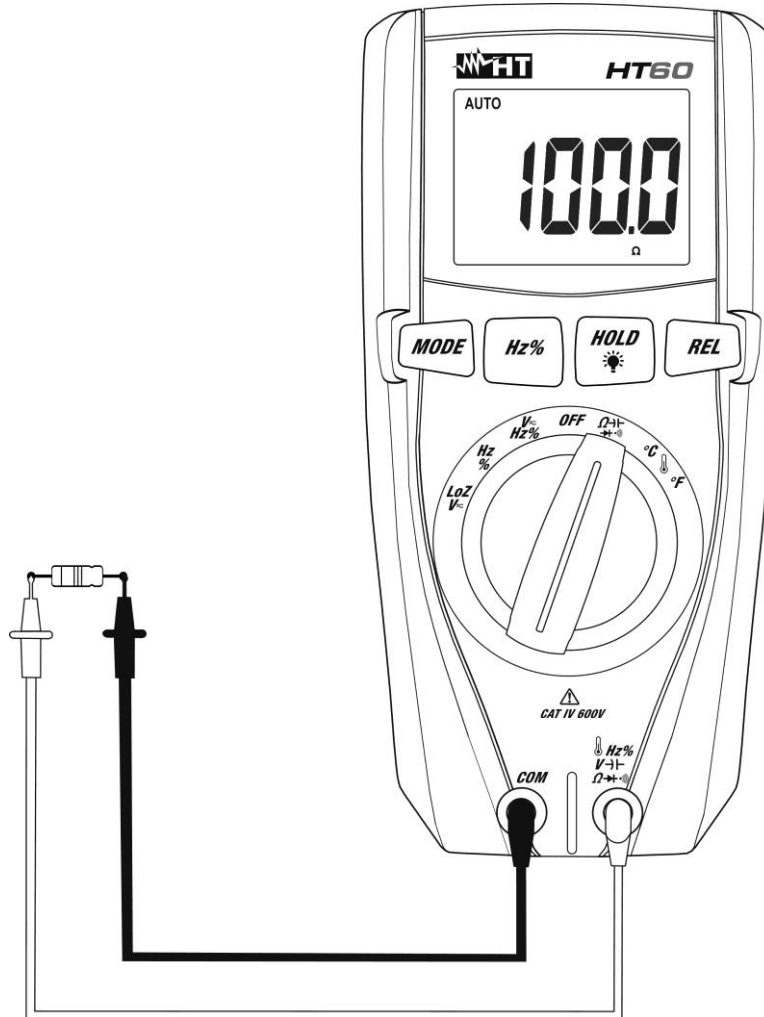

Fig. 5: Utilisation de l'instrument pour mesure de Résistance et test de continuité
3. Positionner les embouts sur les points désirés du circuit sous test (voir Fig. 5). La valeur de résistance est visualisée à l'écran.